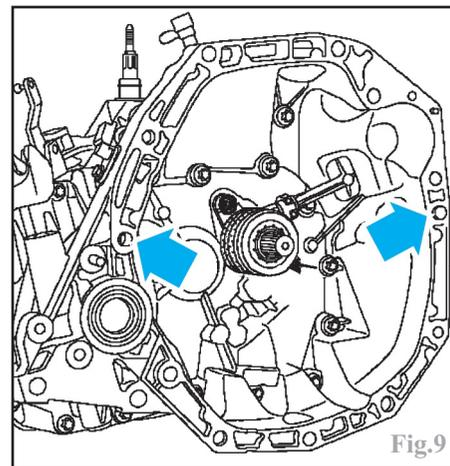

Fig.9
- s'assurer du centrage du disque d'embrayage si celui-ci a été déposé, de l'état du cylindre récepteur et de la présence des douilles de centrage de la boîte sur le carter d'embrayage (Fig.9).